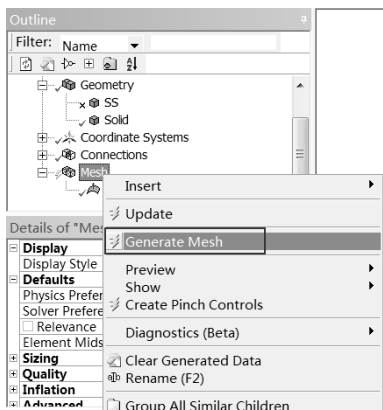
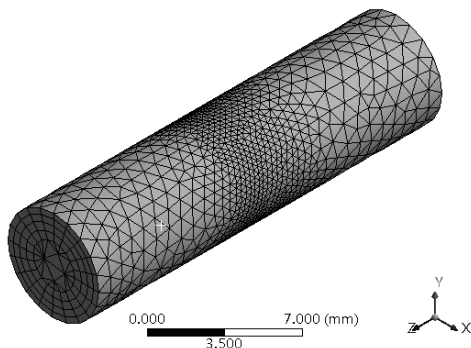

图 17-52 划分网格
图 17-53 网格效果
Step5 :在 Outline(分析树)中的 Mesh 选项上右击,在弹出的快捷菜单中选择 Generate Mesh 命令(图 17-52),此时会弹出进度显示条,表示网格正在划分,当网格划分完成后,进度条自动消失。最终的网格效果如图 17-53 所示。